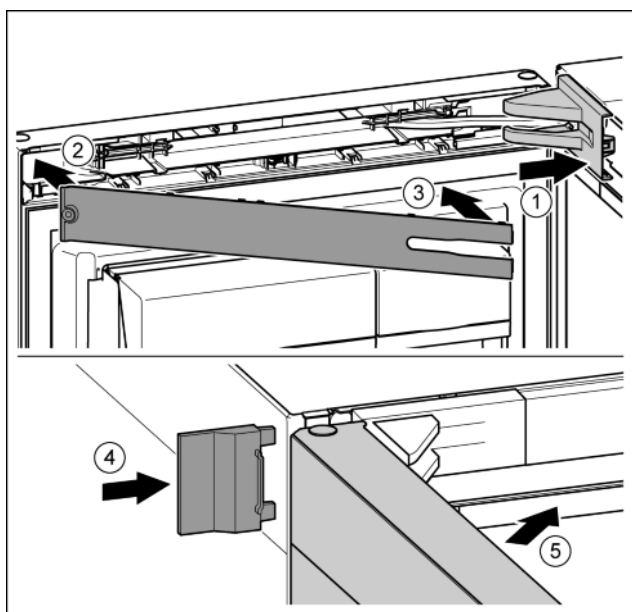

Fig. 43
- Applicare la copertura del blocco di supporto e inserirla a scatto, se necessario allontanarla con attenzione. Fig. 43 (1)
- Applicare la mascherina. Fig. 43 (2)
- Orientare verso l'interno la mascherina e innestare. Fig. 43 (3)
- Inserire spingendo la copertura esterna. Fig. 43 (4)
- Chiudere la porta superiore. Fig. 43 (5)